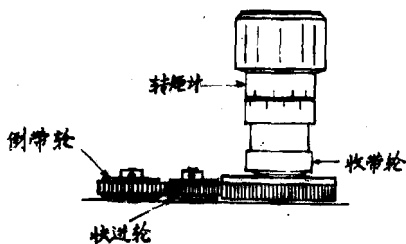

图18
3. 按快进方向慢慢转动转矩计，使带轮和转矩计指针以同样的速度移动；观察这一读数应大于390gr.cm(规定值)见图18。